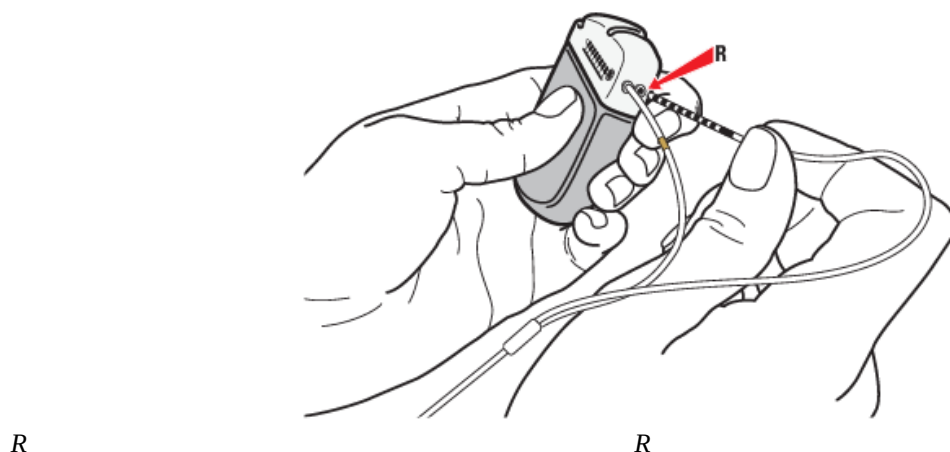

Рисунок 36. Соединение с портом R ИГИ
- б. Соедините ветвь удлинителя для правого полушария без маркерной полосой и порт R (или D) (рисунок 36).